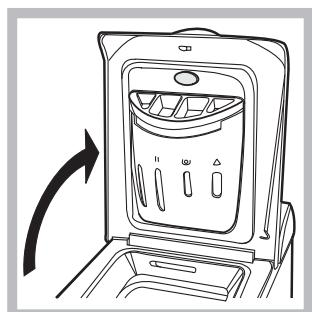

Fig. 1
A) OTWIERANIE. (Rys.1). Podnieś zewnętrzną pokrywę i całkowicie ją otworzyć.